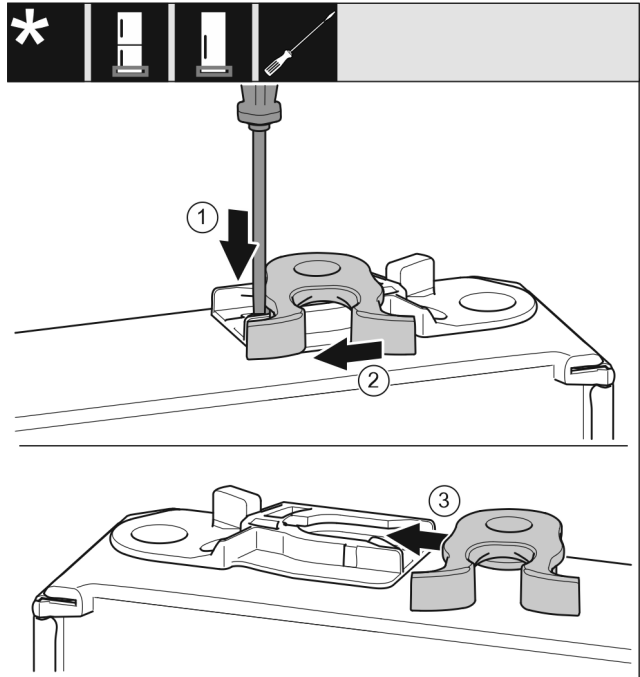

Fig. 16
- Az ajtó alsó része lefelé mutat: Forgassa el az ajtót. Fig. 16 (1)
- Nyomja le a fedőlemezt csavarhúzóval. Fig. 16 (2)
- Húzza ki a záróhorgot a vezetősínből. Fig. 16 (3)
- Tolja be a záróhorgot a vezetősínbe a másik oldalon. Fig. 16 (3)